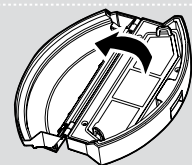

Fig. 19
4. Retire todos los componentes del filtro y límpielos por separado. El montaje se realiza en orden inverso. **[Fig. 19,20]**